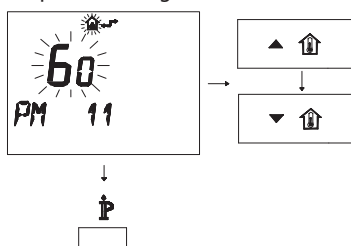

Figura 5.51
- Para modificar el punto de consigna programado use los botones **▲** ↑ o **▼** ↓ y espere a que el número programado comience a parpadear (Figura 5.51). Cada paso de aumento o reducción equivale a 1 segundo.